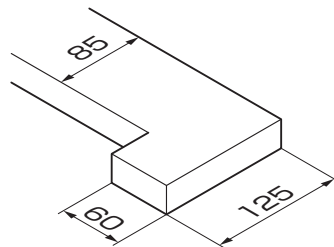

図3-2 内面デッキ調整用床板の加工
①入隅側の内面デッキ調整用床板と調整根太を取付ける前に、図3-2を参照して内面デッキ調整用床板を加工してください。